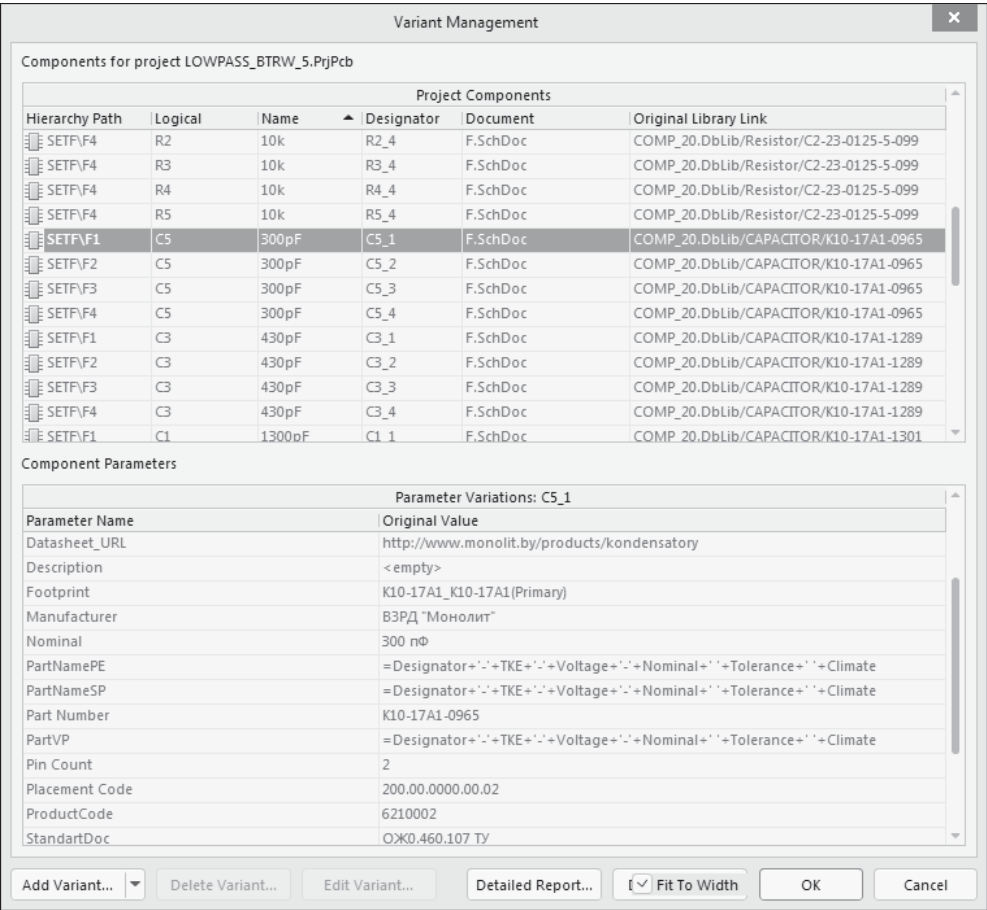

Рис. 7.30. Диалоговое окно назначения нового варианта
1. Из открытого схемного документа или документа печатной платы PCB-проекта выполнить команду главного меню **Project | Variants** — откроется диалоговое окно управления вариантами **Variant Management** (рис. 7.30). В этом окне под заголовком **Components for Project <Имя\_проекта>** отображена информация о компонентах проекта: список всех компонентов и список параметров компонента, указанного курсором.
3. Повторяя добавление новых вариантов (щелчком на кнопке **Add Variant** в окне, показанном на рис. 7.30) образовать полный состав вариантов исполнения проекта. В нашем примере назовем два альтернативных варианта: вариант с двумя каналами фильтра **2-Channel** и четырехканальный вариант с разными частотами среза ЧХ в каналах **4-Channel\_Different\_Cutoff**.